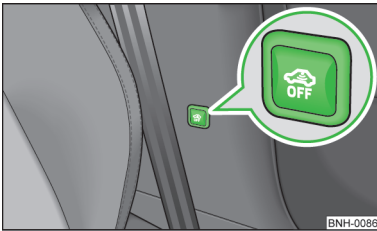

Abb. 14
- Die Taste  » Abb. 14 an der Mittelsäule auf der Fahrerseite drücken, in der Taste ändert sich die Beleuchtung des Symbols  von rot auf orange.